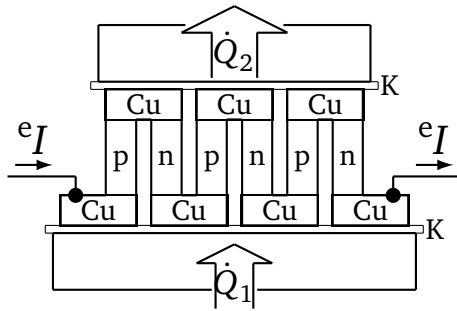

Abbildung 3: Aufbau eines Peltier-Moduls (drei Thermopaare)
Technische Anwendung findet der Peltier-Effekt in der Wärmeabfuhr (Kühlung) mit Hilfe von Halbleiter-Peltier-Kühlmodulen (Abb. 3). Der Kontakt zwischen den Halbleitern (p-Dotierung) und (n-Dotierung) wird durch Kupferbrücken hergestellt.⁶ Auf Ober- und Unterseite ist das Modul mit dünnen Keramikplatten K abgedeckt; sie sind elektrisch isolierend, lassen Wärme aber gut passieren. Je ein Halbleiter-Paar bildet ein Peltierelement. Bezüglich der Geometrie (oben/unten) ergeben die abwechselnden Richtungen des elektrischen Stromes in Kombination mit den wechselnden Vorzeichen von α bzw. Π eine einheitliche Transportrichtung für die Peltierwärme. Die Peltierelemente sind elektrisch in Reihe, thermisch dagegen parallel geschaltet.
Zum Abschluss der Hausaufgabe (ab Seite 4) vergewissern Sie sich selber – anhand der Bewegungsrichtung der maßgebenden Ladungsträger – dass für die in Abb. 3 eingezeichnete (technische) Richtung des Gleichstroms eI die unteren Kontaktbrücken gekühlt und die oberen Brücken erwärmt werden.
4.6 Elektrisches Ersatzschaltbild des Peltier-Moduls, z.B. von Abb. 3
4.7 Thermisches Ersatzschaltbild des Peltier-Moduls, z.B. von Abb. 3 auf Seite 4
Abbildung 8 auf Seite 13 zeigt das Ersatzschaltbild. Helfen kann auch Abb. 3 in W+ (Version H).